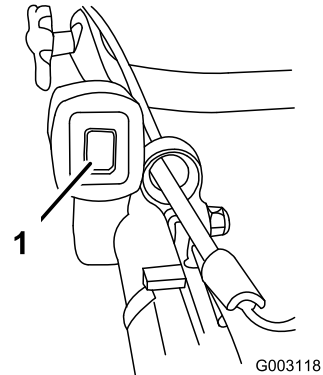

Figura 16
1. Ponga el interruptor de encendido en la posición de Encendido (I) (Figura 16).